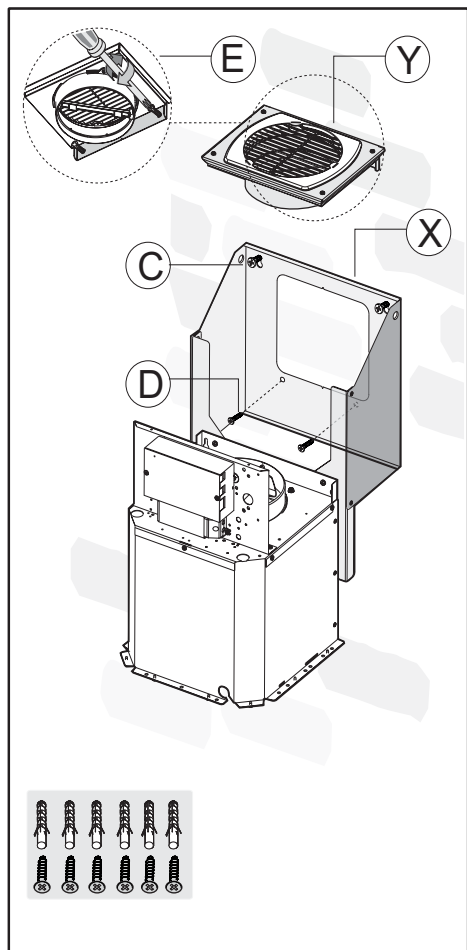

Fig.6
- Fissare le 2 viti **C** senza avvitare completamente e tasselli ad espansione (fig. 6).
- A regolazione avvenuta, fissare il gruppo motore **X** definitivamente tramite le 2 viti **D** (fig.6).
- Fissare la staffa uscita aria **Y** al muro con le 2 viti **E** (fig.6).
- Posizionare il gruppo motore **X** al muro, allinearli in posizione orizzontale e avvitare le viti **C** (fig. 6).